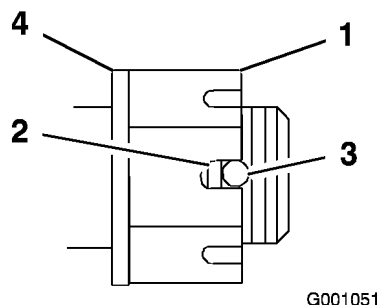

Bild 50
4. Ziehen Sie die geschlitzte Mutter auf 170 Nm an (Bild 50).
5. Überprüfen Sie den Abstand vom unteren Schlitzende in der Mutter zur Innenkante der Öffnung. Es sollten maximal zwei Gewinde sichtbar sein (Bild 50).
7. Ziehen Sie die geschlitzte Mutter auf 170 Nm an (Bild 50).
8. Ziehen Sie die Mutter an, bis die nächste Schlitzreihe auf einer Linie mit der Öffnung im Schaft liegt (Bild 50).